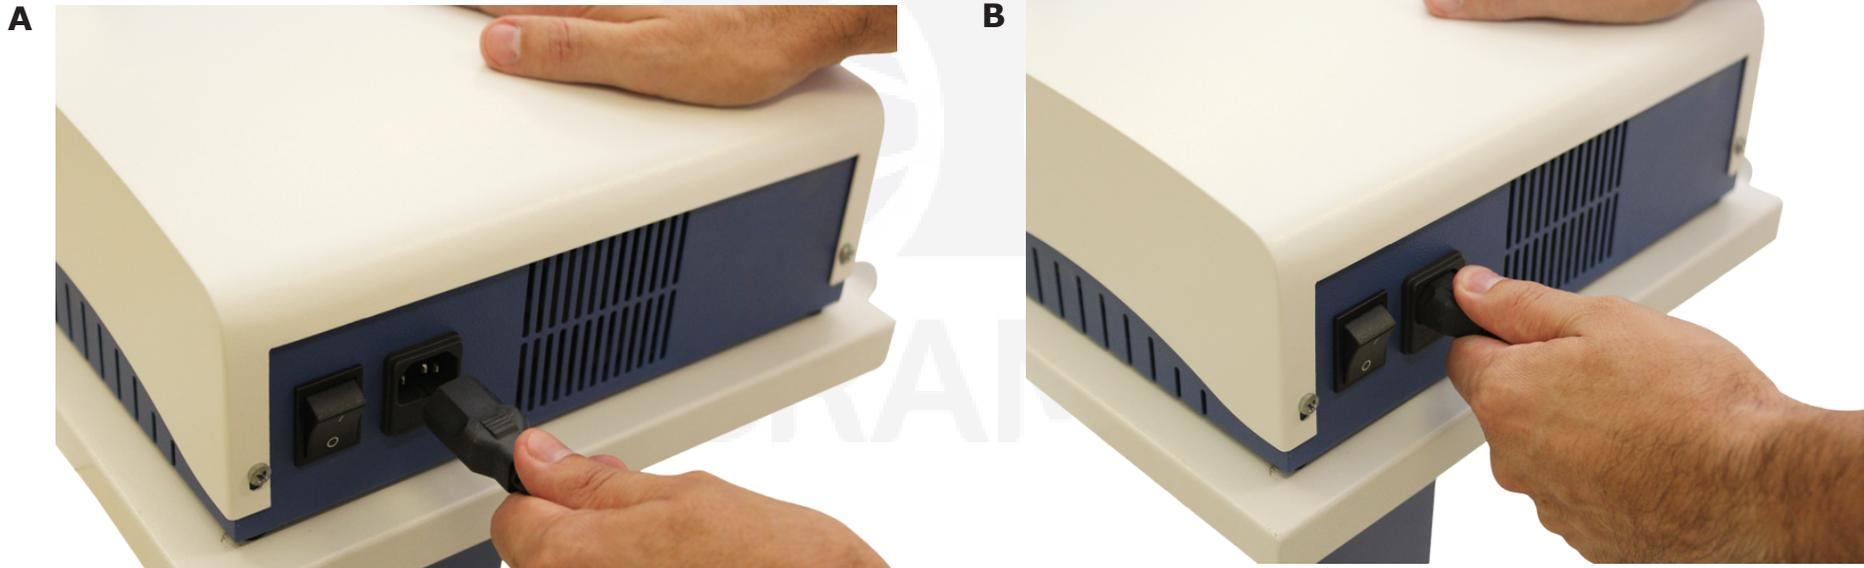

Figura 5. A e B, conexão do cabo de alimentação elétrica.
Passo 1: Conecte o cabo de alimentação elétrica à rede elétrica (figura 5). O **MODELLATA** não necessita de nenhum tipo de estabilizador de energia. Em seguida, pressione a chave **ON/OFF** para a posição **ON**.